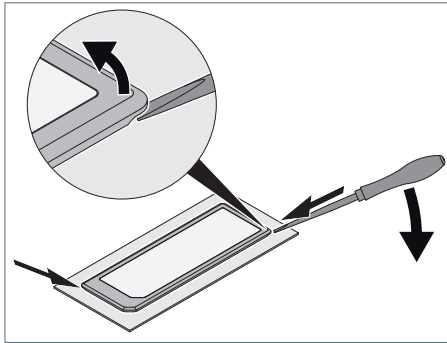

Fig. 6: Retirer le luminaire en faisant levier.
- ▶ Introduisez un tournevis dans les rainures sur la face avant et retirez le luminaire en faisant levier, voir Fig. 6.